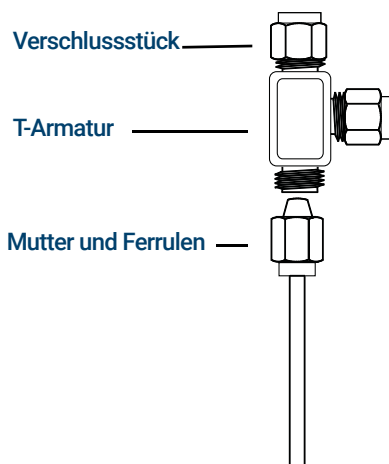

Abbildung 29. Swagelok-T-Stück
- 1 Schneiden Sie die Leitung dort durch, wo Sie das T-Stück installieren möchten. Verbinden Sie Leitung und T-Stück mit einer Swagelok-Armatur. Siehe **Abbildung 29**.